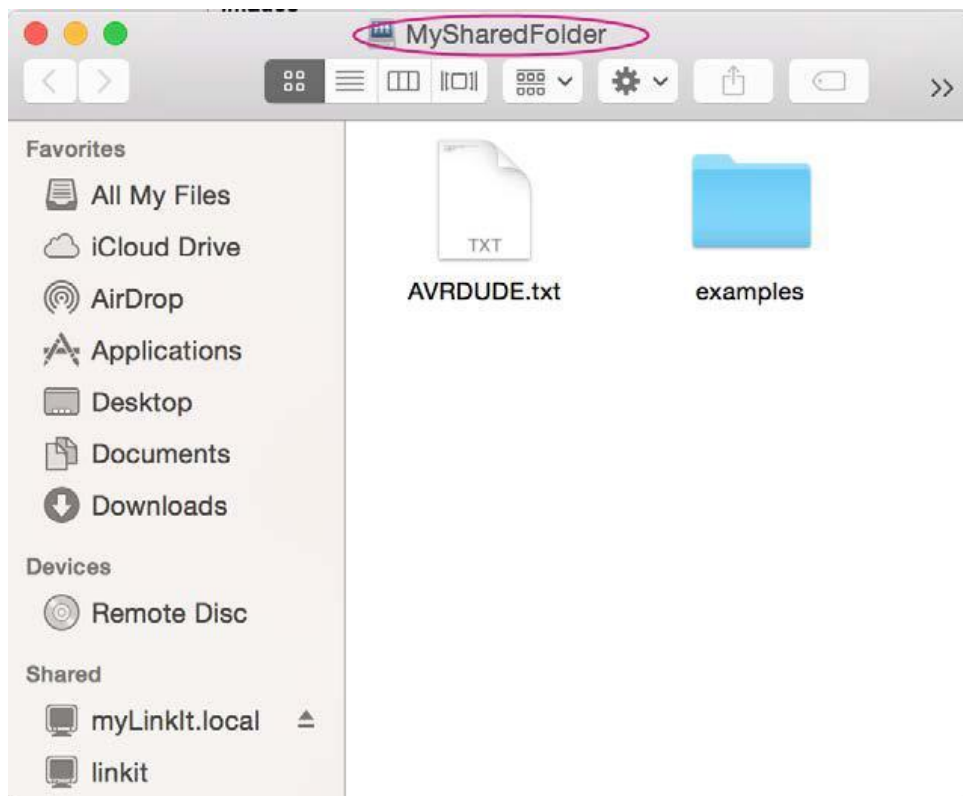

图 41 Mac Finder 中的 MyShareFloder
- 4) 查看 Finder，你将能看到 MySharedFolder 如图 41 所示。现在您可以传输文件到这个文件夹了。